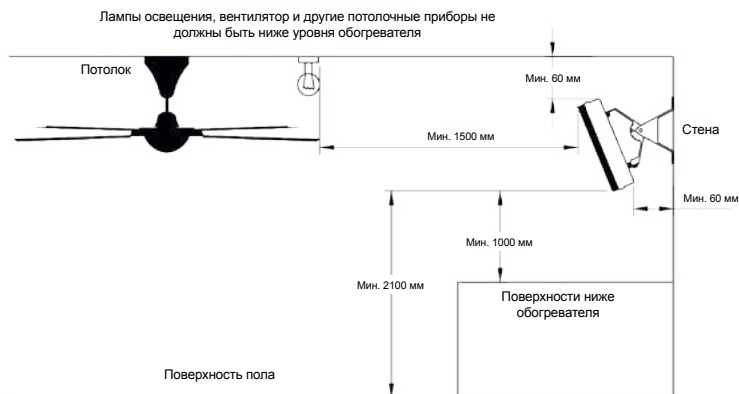

Рис. 2
3. В соответствие с рис. 2, 3, 4 определите место установки обогревателя на потолок или на потолочных конструкциях с соблюдением минимальных расстояний от предметов и минимального расстояния от пола.